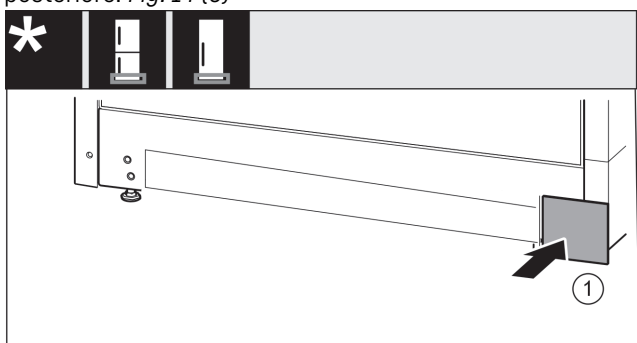

Fig. 15
- Poggiare nuovamente la copertura sull'altro lato. Fig. 15 (1)